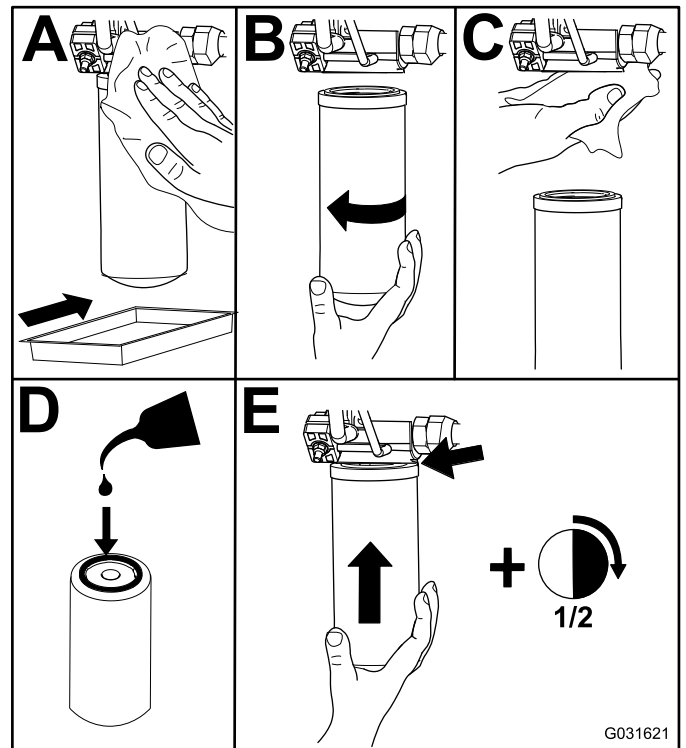

Bild 76
2. Tauschen Sie die Hydraulikfilter aus (Bild 76).